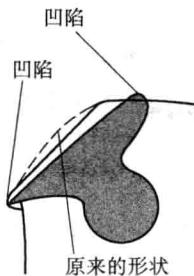

图 1-3 使用不符合曲面形状的垫铁
**说明：**选用垫铁衬托金属板料时，垫铁的形状要与金属板料曲面的曲率一致，否则，在修理过程中将会产生严重的后果，使金属板的损坏更严重，如图 1-3 所示。